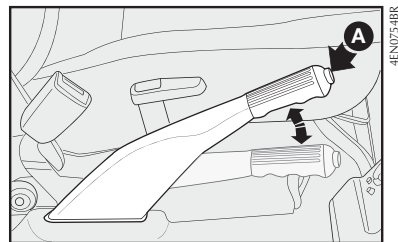

fig. 1
## FREIO DE MÃO - fig. 1
- 1) Levantar levemente a alavanca e apertar o botão de desengate **A-fig. 1**.